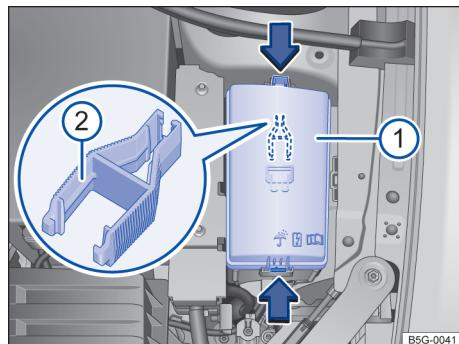

Fig. 139 No compartimento do motor: cobertura (1) da caixa de fusíveis com pinça de plástico (2).
- Pressionar as travas no sentido da seta → Fig. 139 \(1\), para destravar a cobertura da caixa de fusíveis.
No lado interno da cobertura da caixa de fusíveis no compartimento do motor pode haver uma pinça de plástico → Fig. 139 \(2\) para a retirada dos fusíveis.